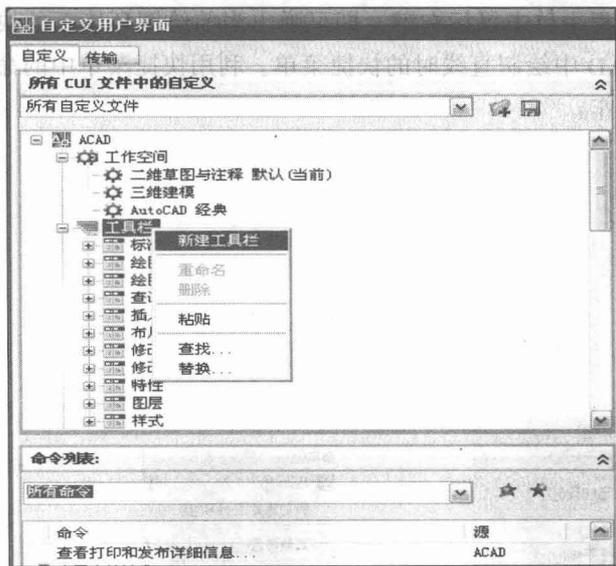

图 1-18 自定义用户界面
① 选择“视图”菜单的“工具栏”选项，打开“自定义用户界面”对话框，如图 1-18 所示，并在“所有 CUI 文件中的自定义”区域中用鼠标右键单击“工具栏”，在弹出的快捷菜单中选择“新建工具栏”命令，并输入新建工具栏的名称。